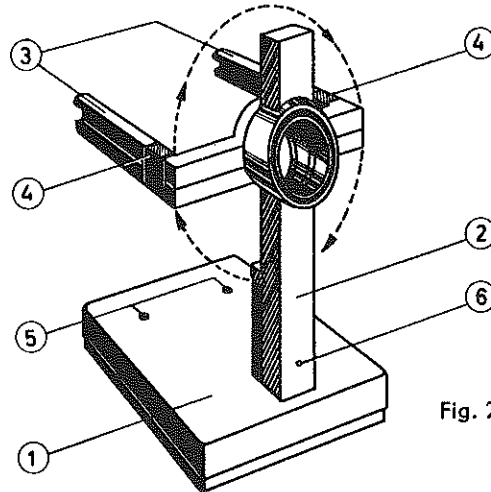

Fig. 2
Zum Einspannen der einzelnen Röhren dient ein U-Teil aus wärmebeständigem und gut isolierendem Kunststoff, dessen beide Schenkel (3) ca. 160 mm lang sind und 140 mm auseinander stehen. Diese Schenkel bzw. Klemmbügel besitzen Aussparungen zur Halterung der Röhren an ihren Kunststoffkappen. Durch zwei Gleitschieber (4) können die Röhren arretiert werden. Das U-Teil ist an der Stativsäule um eine horizontale Achse drehbar befestigt, so daß die Röhren in beliebiger Verdrehung um ihre Längsachse betrieben werden können (Fig. 2).
Two arms (3) (about 160 mm long and spaced 140 mm apart) hold the various tubes. The arms are made of a plastic material, which has excellent temperature and electrical insulation features. These arms, i. e. the hoop, are provided with two recesses to fix the tubes at their plastics caps. The tubes can be locked in place by means of two sliders (4). The arms are mounted on the stanchion and can be rotated about a horizontal axis so that the tubes can be operated in any desired position about their longitudinal axis (Fig. 2).
Les tubes sont glissés dans l'étrier en matière plastique isolante et insensible à la chaleur. Chaque branche (3) de l'étrier a environ 160 mm de long; l'écartement entre les deux branches est d'environ 140 mm. Chacune des branches est évidée pour recevoir un des tétons en matière plastique pour la fixation des tubes. Ceux-ci peuvent être immobilisés à l'aide de deux curseurs (4). L'étrier-support peut pivoter autour de son axe longitudinal, ce qui permet de tourner les tubes sur cet axe dans n'importe quelle position (fig. 2).